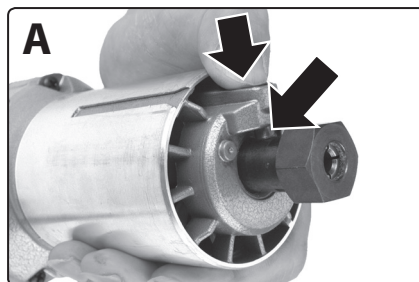

Abb. 16A
- Zum Lösen / Festziehen der Spannmutter muss die Spannmutter durch Drücken des Verriegelungs- (Arretier-)knopfs gesichert werden, wobei der Verriegelungsknopfstift sich gegenüber der Öffnung in der Spindel (Abb. 16A) befinden muss und die Spannmutter mit dem Schraubenschlüssel gelöst / festgezogen wird.